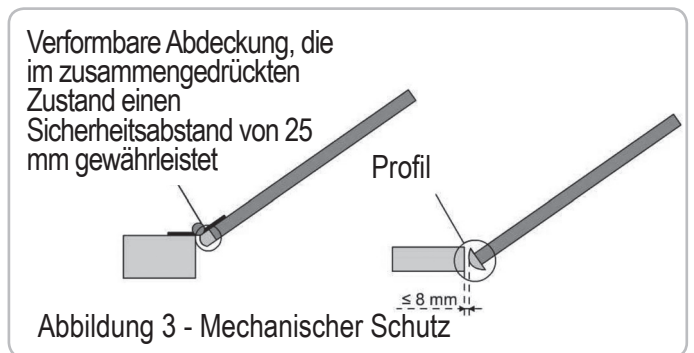
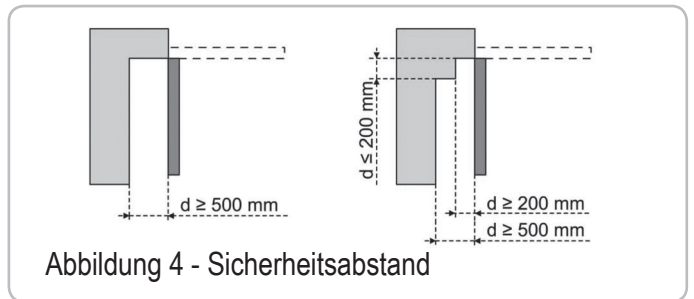

Abbildung 3 - Mechanischer Schutz
Abbildung 4 - Sicherheitsabstand
<p>ZONE 2* Quetschgefahr an einem angrenzenden festen Bauteil</p>	<p>Hinderniserkennung durch den Antrieb. Es muss unbedingt geprüft und festgestellt werden, dass die Grenzwerte der Betriebskräfte und Reversierungszeiten gemäß Anhang A der Norm EN 12 453 eingehalten sind. Schutz durch eine mechanische Vorrichtung (siehe Abbildung 3) oder durch Sicherheitsabstände (siehe Abbildung 4)</p>
<p>ZONE 3* Gefahr von Schnitt- oder Quetschverletzungen beim Öffnen im Bereich fester angrenzender Bauteile</p>	<p>Am Tor alle Punkte beseitigen, an denen man hängen bleiben kann, und alle scharfen Kanten am Torblatt entfernen Alle Zwischenräume mit Breiten ≥ 8 mm oder ≤ 25 mm beseitigen Der Schutz gegen das Einquetschen mit einem angrenzenden Bauteil ist möglich:</p> <ul style="list-style-type: none"> - Hinderniserkennung durch den Antrieb. Es muss unbedingt geprüft und festgestellt werden, dass die Grenzwerte der Betriebskräfte und Reversierungszeiten gemäß Anhang A der Norm EN 12 453 eingehalten sind. - durch Sicherheitsabstände (siehe Abbildung 4)
> Torgröße (Abb. 3)
3.1 Montagehöhe - Abb. 4